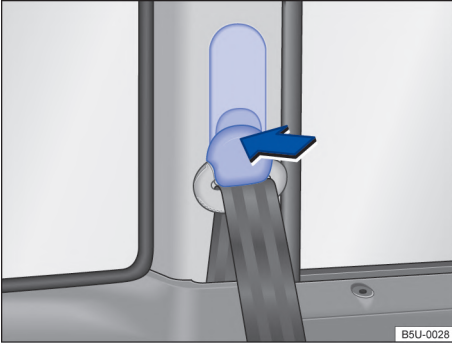

Fig. 31 Al lado de los asientos: regulación de altura del cinturón de seguridad.
- Presione el dispositivo de reenvío en el sentido de la flecha y manténgalo presionado → fig. 31.